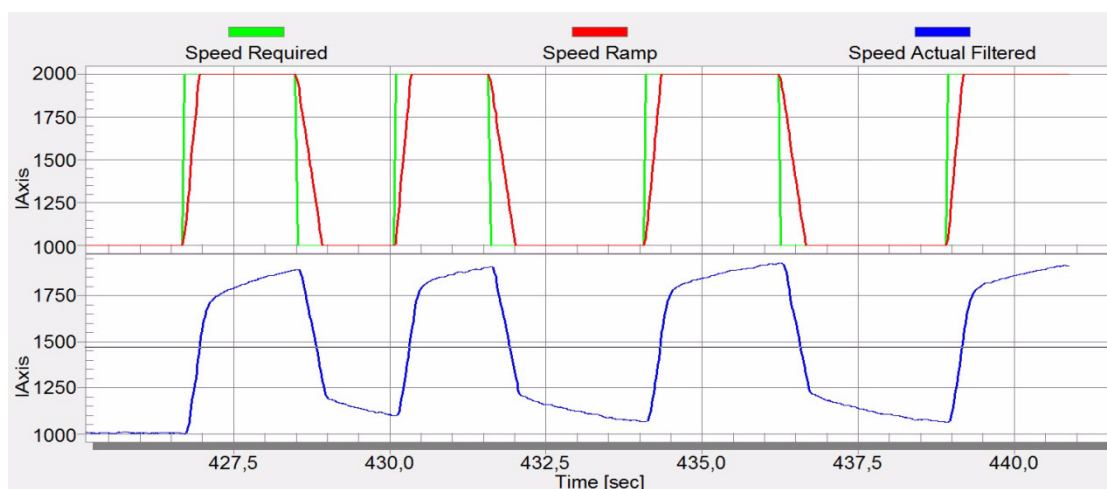

图12. 速度控制响应— $SL\_Ki$ 值过低，未达到Speed Ramp
6. 调节环路带宽与衰减直到达到所需响应。图 12 中显示了示例波形，以及电流环参数的正确设置和错误设置：
- $SL\_Ki$  值过低，*Speed Actual Filtered* 未达到 *Speed Ramp*，见图 12。